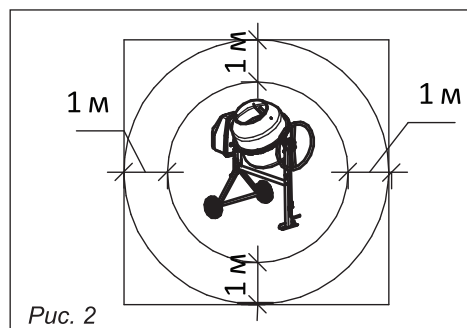

Рис. 2
5.3. При установке бетоносмесителя на строительной площадке необходимо выдерживать минимальные расстояния рабочей площадки, обеспечивающие безопасную и производительную работу (рис.2). Категорически запрещается загромождать рабочую площадку.